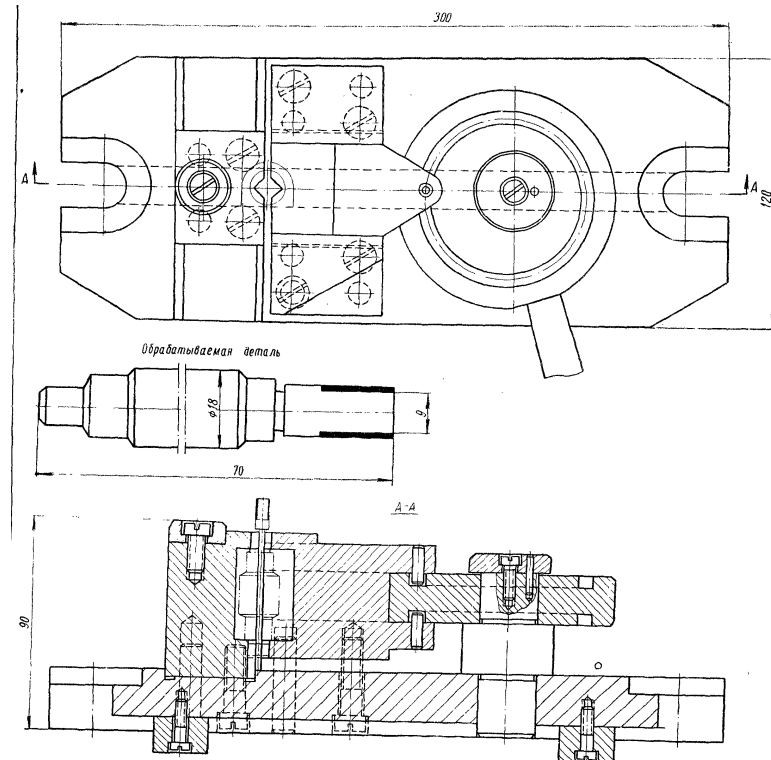

Рис. 30.
1. Составьте описание конструкции и принципа действия приспособления по рис. 30